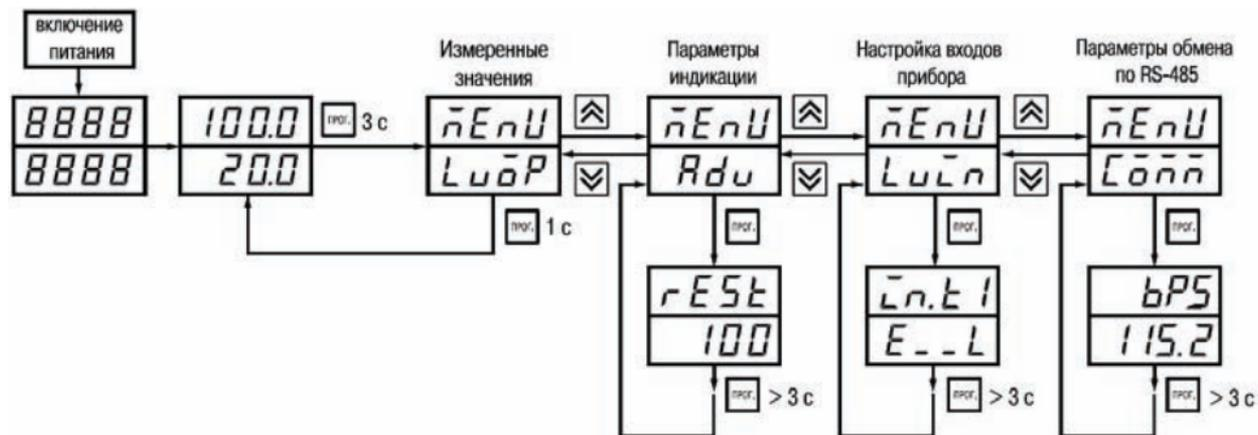

Рисунок 7.1
7.1.2 Основные параметры прибора объединены в 4 группы *LuōP*, *Adu*, *LuĪn* и *Īōññ*, составляющие меню прибора (рисунок 7.1). Полный список программируемых параметров приведен в Приложении Б.